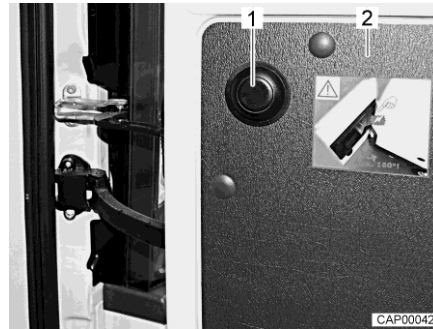

Bild 11 Druckknopf zum Lösen der Begrenzung
- Hecktür (Bild 11,2) bis zum Anschlag öffnen.
- Druckknopf (Bild 11,1) drücken, Hecktür festhalten und vorsichtig weiter öffnen.